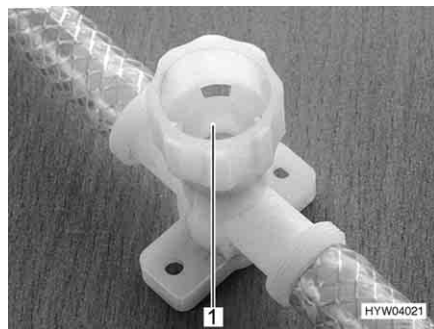

Fig. 160 Rubinetto di scarico per scaldacqua
- Chiudere tutti i rubinetti di scarico. A tal fine ruotare i coperchi (Fig. 160,1) in senso orario.
- Aprire tutti i rubinetti di scarico dello scaldacqua. A tal fine ruotare i coperchi (Fig. 160,1) in senso antiorario.